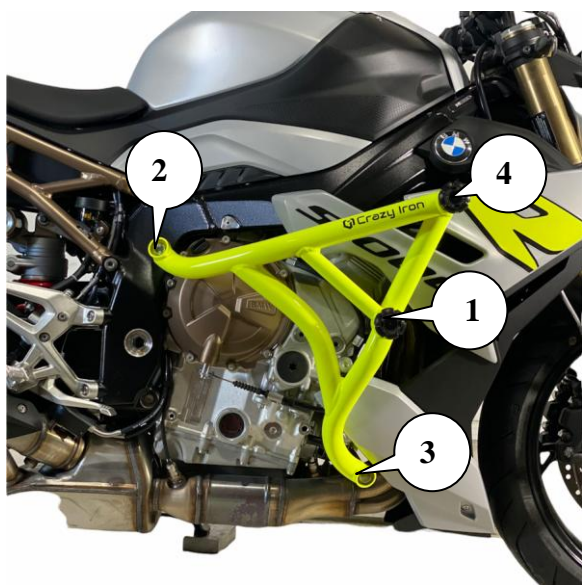

Рис.1. Установленная клетка вид справа
2. Приложите правую половину клетки к точке крепления правой стороны 1 (как это показано на рис.1).
5. Совместите крепежные отверстия на мотоцикле с монтажным отверстием в клетке точки №2 (см. рис.1) на правой стороне мотоцикла. Клетка при этом предварительно зафиксирована в точке №1.